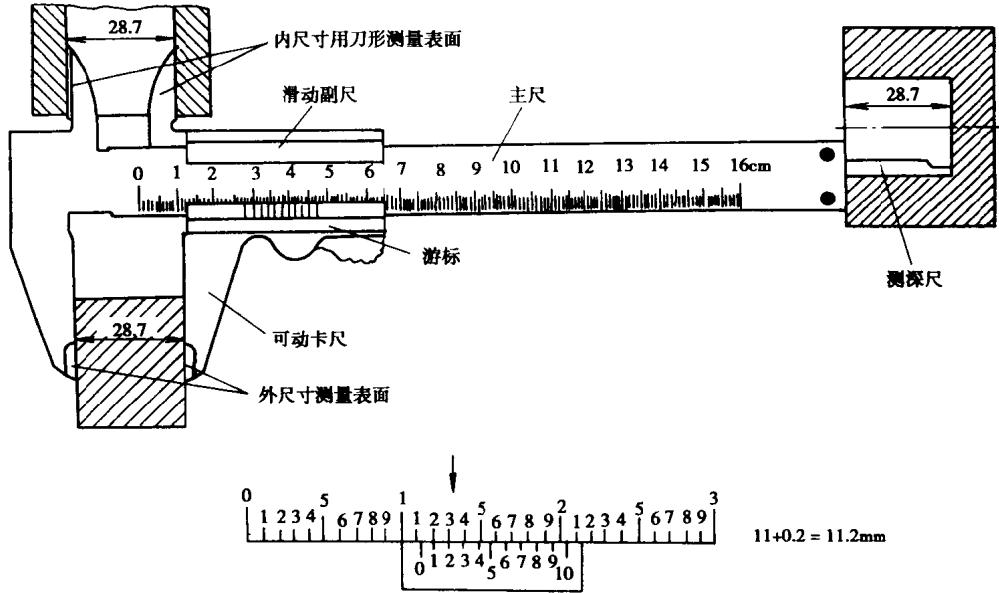

图 0-4 游标卡尺及读数
(8) 游标卡尺 是一种能直接量出工件的内外径、宽度和长度(深度)的较精密量具(如图 0-4 所示),其精度等级分为 0.1mm、0.2mm、0.5mm 等数种。它主要由主尺、副尺、固定卡脚、活动卡脚和测深尺等组成。使用游标卡尺时应选用规格、精度合适的,并先将卡脚接触面和被测工件表面擦干净;测量时将卡脚张开,再慢慢地推动副尺,使两卡脚与工件接触;禁止硬卡硬拉;使用后要在卡尺上涂抹凡士林放入盒内。